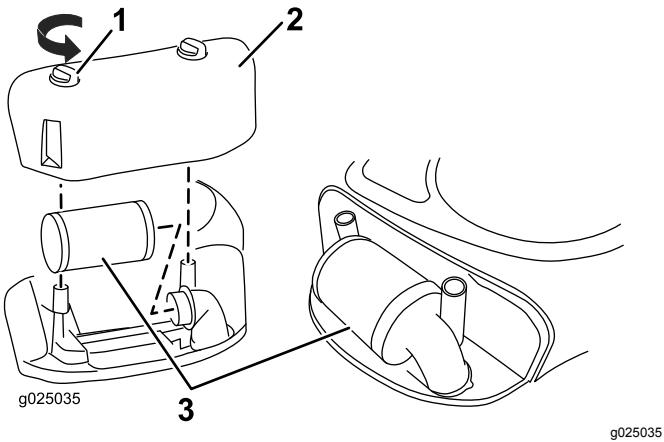

Figura 21
2. Rode os manípulos para a posição desbloqueada (Figura 21).
4. Para remover o filtro, levante a extremidade (Figura 21).
2. Coloque a cobertura do filtro de ar e os manípulos (Figura 21).